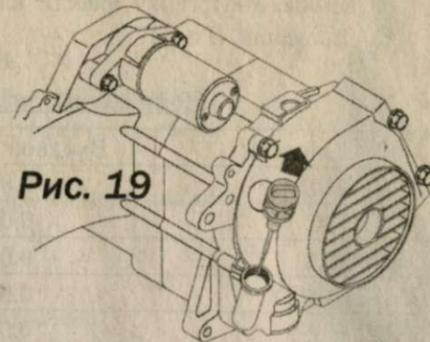

Рис. 19
- д. Залить новое моторное масло до необходимого уровня которое можно проконтролировать с помощью щупа. рис. 19